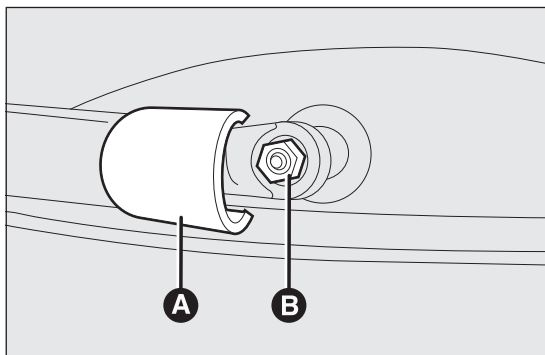

fig. 140
- soulever la protection A fig. 140 et démonter le bras de la voiture, en dévissant l'écrou B fig. 140 qui le fixe à l'axe de rotation ;